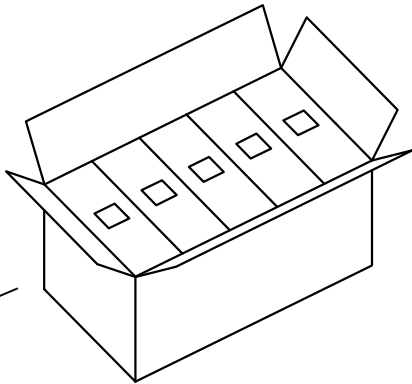

图4 外箱
- 3: 如图4，每外箱装10内盒，数量为10X(8X1000pcs)。